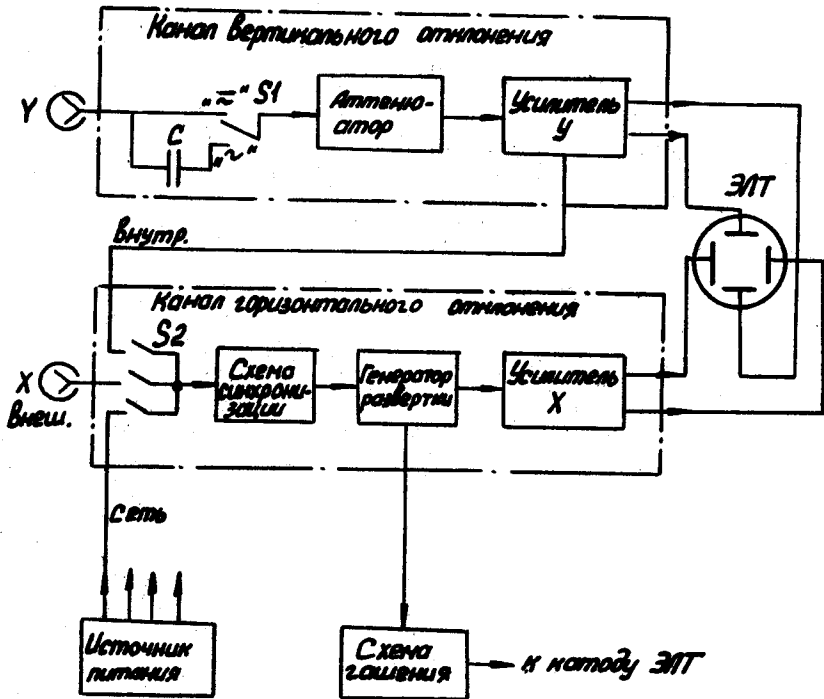

Рис. 5.1.
5.1. Схема электрическая структурная прибора представлена на рис. 5.1.